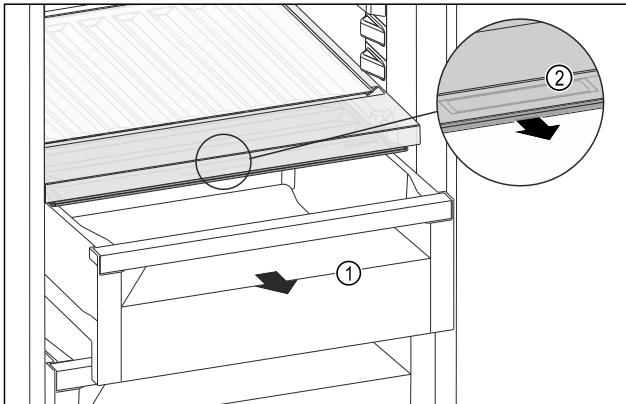

Fig. 121
- Schubfach Fig. 121 (1) herausziehen.
- Griffmulde Fig. 121 (2) am Fachdeckel anfassen und Fachdeckel gleichzeitig nach vorne ziehen.